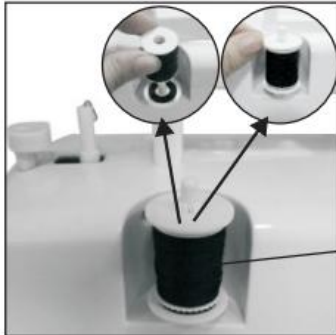

Fig.11
1. Helyezzen egy cérnacsévé a cérnatartóra (Fig. 11).